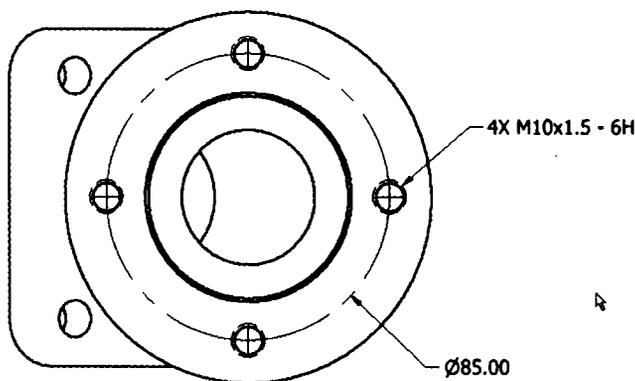

Рис. 2.32. Все изменения геометрии модели отображаются на видах чертежа
5. В диалоговом окне **Редактирование размера** введите значение 85 мм и нажмите на зеленую галочку, чтобы сделать изменение. На рис. 2.32 показан результат.